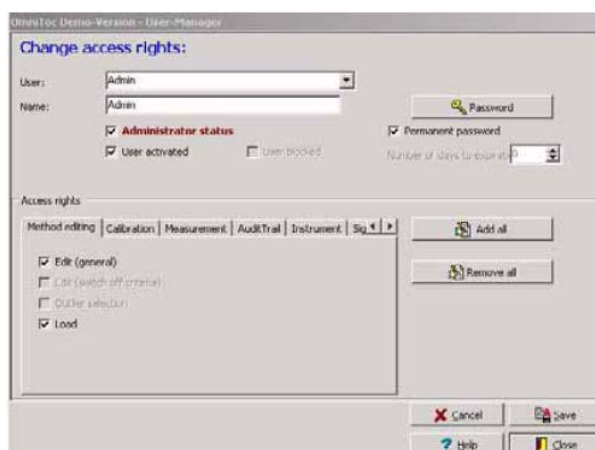

图71 **User Manager**（用户管理员）窗口——**Change Access Rights**（更改访问权限）
3. 在**Change Access Rights**（更改访问权限）处选择所需的用户数据并进行更改（图71）。